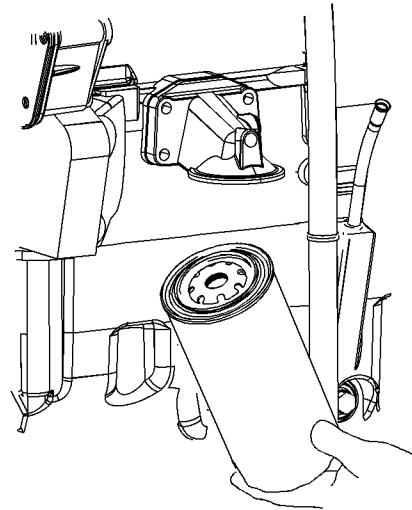

Ilustración 33
**Nota:** Algunos filtros de aceite pueden instalarse verticalmente. Consulte la ilustración 33. Comience con el Paso (1) para quitar e instalar el filtro de aceite.